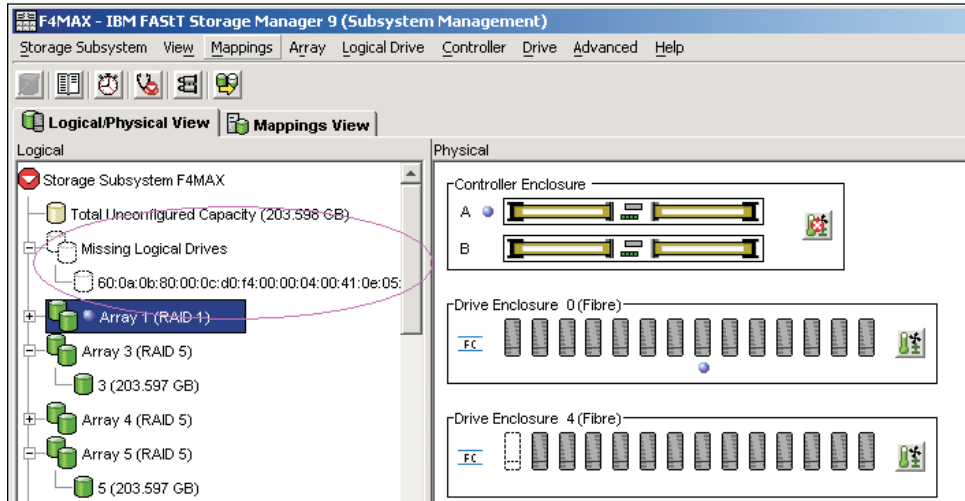

图 24. 缺失逻辑驱动器的 Subsystem Management Logical/Physical 视图（控制器固件版本低于 7.xx.xx.xx）
- 如果控制固件低于 7.xx.xx.xx，请等待 DS Storage Manager 在 Storage Subsystem Management 窗口中将阵列/逻辑驱动器标记为缺失。请参阅第 64 页的图 24。